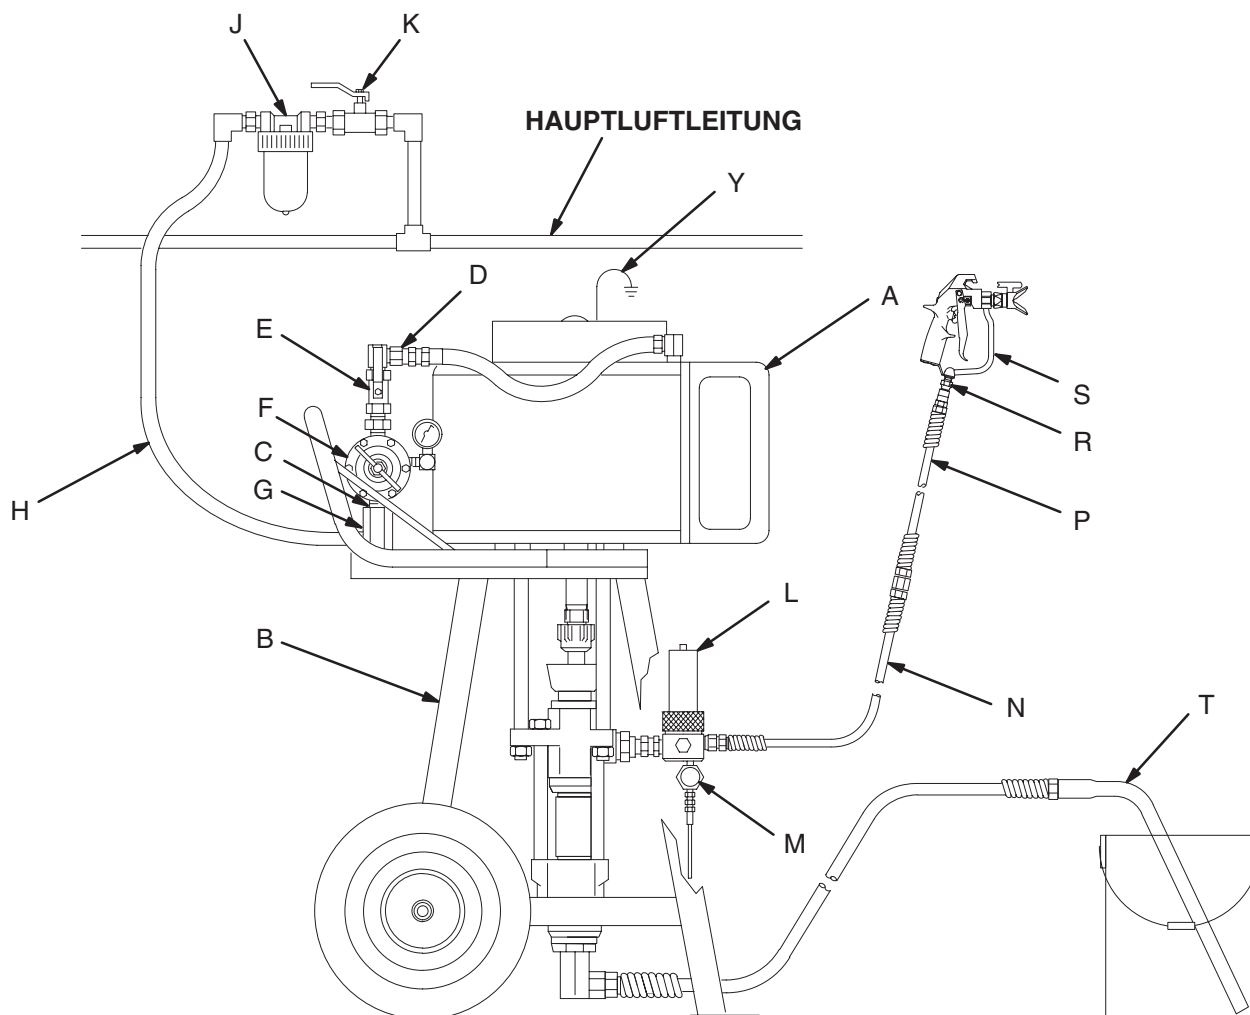

Abb. 2
Abb. 2 stellt nur eine Hilfe für die Auswahl und den Einbau von Systemkomponenten und Zubehörteilen dar. Der Graco-Händler oder die Technische Hilfe bei Graco (siehe Rückseite) helfen gerne bei der Zusammenstellung eines Systems, das Ihren besonderen Anforderungen entspricht.
Die Montage der Pumpe (A) muß der geplanten Installation des Systems entsprechen. Abb. 2 zeigt ein System, das auf einem fahrbaren Wagen montiert ist. Für Pumpenabmessungen und Montagebohrungen siehe Seite 23.
Die folgenden Zubehörteile an den in Abb. 2 gezeigten Stellen installieren und bei Bedarf Adapter verwenden:
- **Einen Materialfilter (L)** mit einem 250 Micron-Element aus Edelstahl zum Filtern von Partikeln aus dem Material, wenn dieses aus der Pumpe austritt. Der Filter enthält ein **Materialablaßventil (M)**, welches im System zum Entlasten des Druckes in Schlauch und Pistole benötigt wird (siehe **WARNUNG** links).
- **Eine Pistole (S)** verteilt das Material. Die in Abb. 2 gezeigte Pistole ist eine Airless Spritzpistole für Materialien mit leichter bis mittlerer Viskosität.
- **Ein Pistolendrehgelenk (R)** gibt der Pistole mehr Bewegungsfreiheit.
- **Ein Ansaugsatz (T)** ermöglicht es der Pumpe, Material aus einem 19 l Eimer zu saugen.
1. Siehe Abb. 2 auf Seite 6. Den Ansaugsatz (T) mit dem Materialeinlaß der Pumpe verbinden und das Rohr in das anzusaugende Material geben.
2. Sicherstellen, daß der Luftregler (F) geschlossen ist. Dann den Kugelhahn (E) der Pumpe öffnen. Einen Metallteil der Spritzpistole (S) fest an eine Seite eines geerdeten Metalleimers drücken und den Abzug geöffnet halten. Nun langsam den Luftregler öffnen, bis die Pumpe anläuft.
4. Wenn die Pumpe nicht vollständig vorgefüllt wird, das Materialablaßventil (M) öffnen. Das Materialablaßventil ist als Entlüftungsventil zu verwenden, bis das Material aus dem Ventil fließt. Siehe Abb. 2. Das Materialablaßventil schließen.
**ANMERKUNG:** Wenn die Materialbehälter gewechselt werden müssen und der Schlauch und die Pistole bereits vorgefüllt sind, das Materialablaßventil (M) öffnen, um beim Vorfüllen der Pumpe zu helfen und Luft abzulassen, bevor diese in den Schlauch gelangen kann. Das Materialablaßventil schließen, wenn die gesamte Luft abgelassen wurde.
7. Darauf achten, daß die Pumpe niemals ohne dem zu pumpenden Material arbeitet. Eine trockenlaufende Pumpe kann sich selbst beschädigen. Ein Trockenlaufsicherungsventil (C), das automatisch die Luftzufuhr zur Pumpe abschaltet, wenn die Pumpe über eine voreingestellte Geschwindigkeit läuft, kann bestellt werden. Siehe Abb. 2 auf Seite 6. Wenn die Pumpe zu schnell läuft, sofort die Pumpe abschalten und die Luftzufuhr unterbrechen. Wenn der Behälter für die Materialzufuhr leer ist und Luft in die Leitungen gelangt ist, den Behälter wieder auffüllen und die Pumpe und die Leitungen mit Material füllen, oder beides spülen und mit der verträglichen Lösung gefüllt lassen. Sicherstellen, daß die gesamte Luft aus dem System abgelassen wurde.